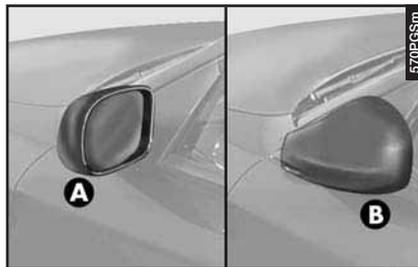

fig. 42
– In caso di necessità (per esempio quando l'ingombro dello specchio crea difficoltà in un passaggio stretto) è possibile ripiegare lo specchio spostandolo dalla posizione (A-fig. 42) alla posizione (B).